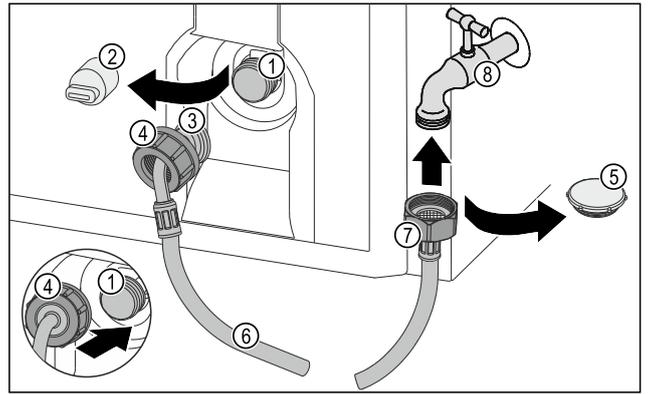

Fig. 27
- ▶ 移除密封盖 Fig. 27 (5)。
- ▶ 将软管直头 Fig. 27 (7)装在水龙头 Fig. 27 (8)上。
- ▶ 顺时针拧紧软管直头 Fig. 27 (7)上的螺母。